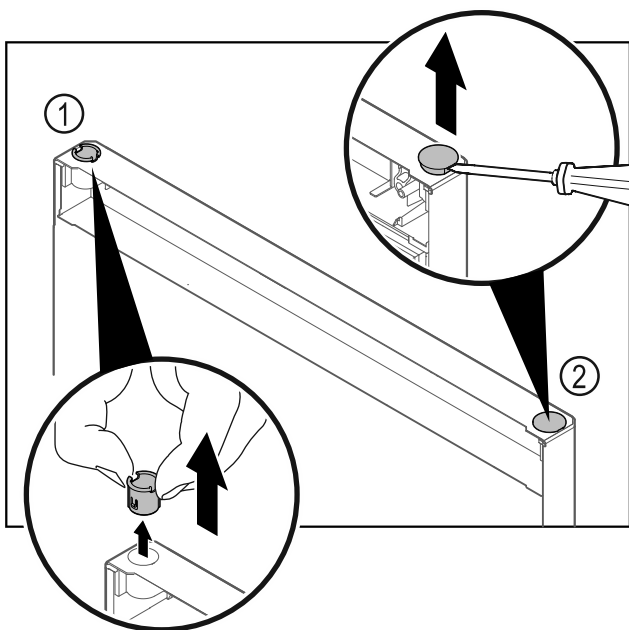

Fig. 20
- Scharnierbus Fig. 20 (1) met de vingers eruit trekken.
- Afdekslop Fig. 20 (2) voorzichtig met een sleufschroevendraaier optillen en eruit trekken.